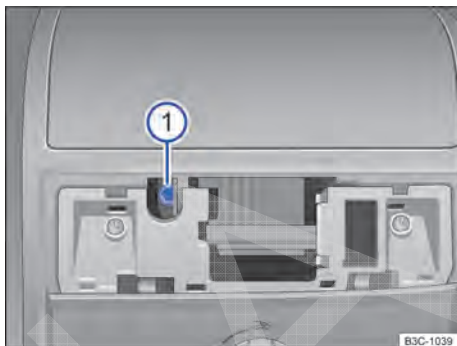

Fig. 246 Embaixo da cobertura no revestimento do teto: parafuso sextavado para fechar o teto solar panorâmico.
- Encaixar uma chave sextavada comum¹⁾ de tamanho de 4 mm no parafuso sextavado ⇒ Fig. 246 (1).